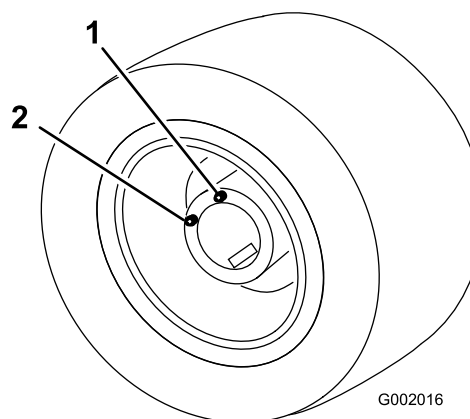

図 78
5. 今度はドレンプラグが補給位置にくるように駐車する 図 78。